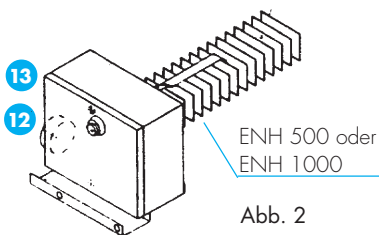

Abb. 2
12. Elektronachheizregister (Abb. 2) als Zusatzausrüstung